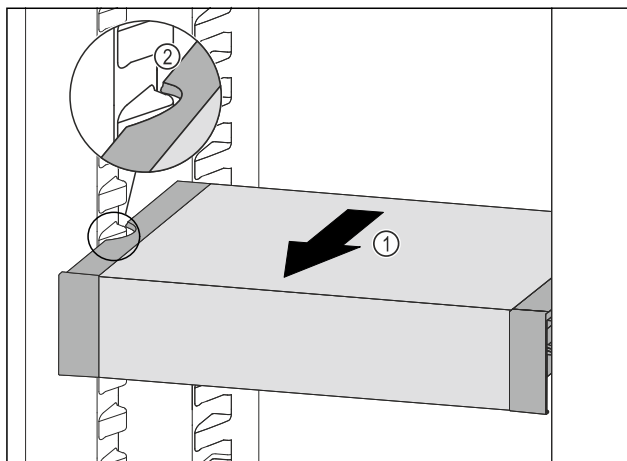

Fig. 107
- Tire del VarioSafe hacia delante Fig. 107 (1) hasta que los huecos laterales del VarioSafe se encuentren a la altura de la nervadura del recipiente en el compartimento del frigorífico. Fig. 107 (2)